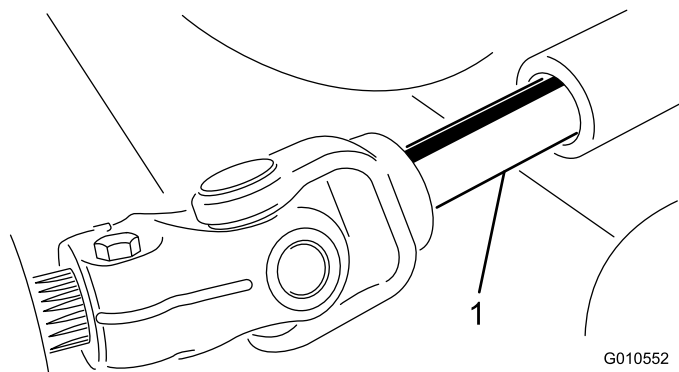

Figura 20
5. Rode a unidade de corte afastando-a da unidade de tracção, separando as secções macho e fêmea do veio da tomada de força (**Figura 20**).
3. Deslize o veio macho da tomada de força ao veio fêmea da tomada de força (**Figura 20**).